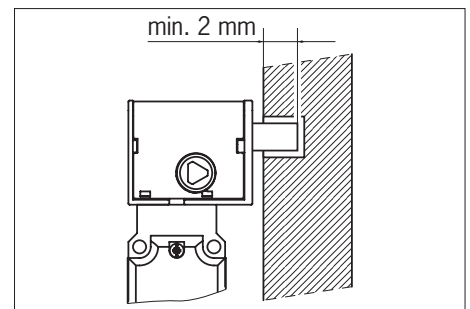

Bild 1: Zugehaltener Sicherheitsschalter TK
Beim Aktivieren der Zuhaltung wird der Zuhaltebolzen ausgefahren. Die Zuhaltung erfolgt indem der Zuhaltebolzen z. B. in eine Vertiefung am Rahmen der Schutztür einfährt (siehe Bild 1).
- Die Überdeckung des Zuhaltebolzens muss mindestens 2 mm betragen (siehe Bild 1).